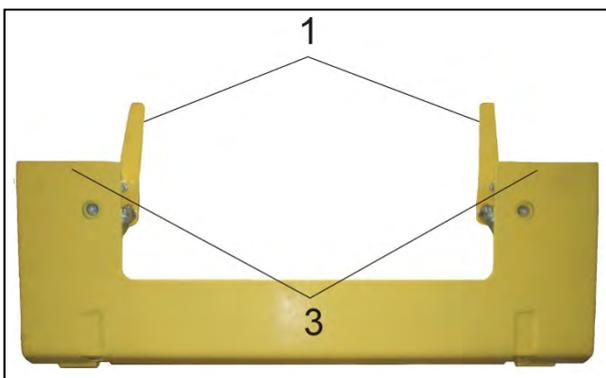

Рис. 26b- Б-У расключённое
3. При помощи опрокидывания рычагов **1** рис.26b в вертикальное положение затяните пальцы **2** быстрозажимного устройства.